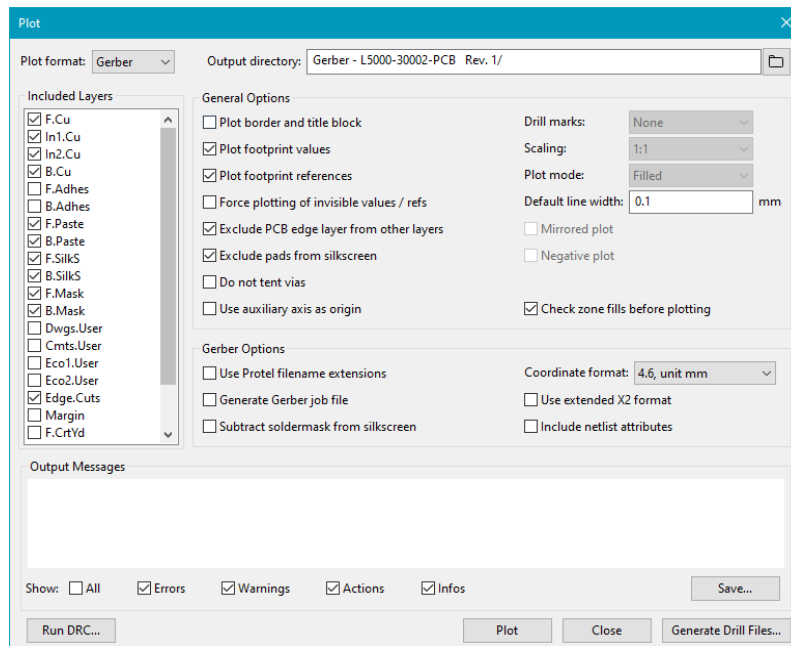

Figura 4: Esempio di utilizzo di KiCad e l'esportazione dei file Gerber.
- Esportazioni dei file di produzione (Figura 4).